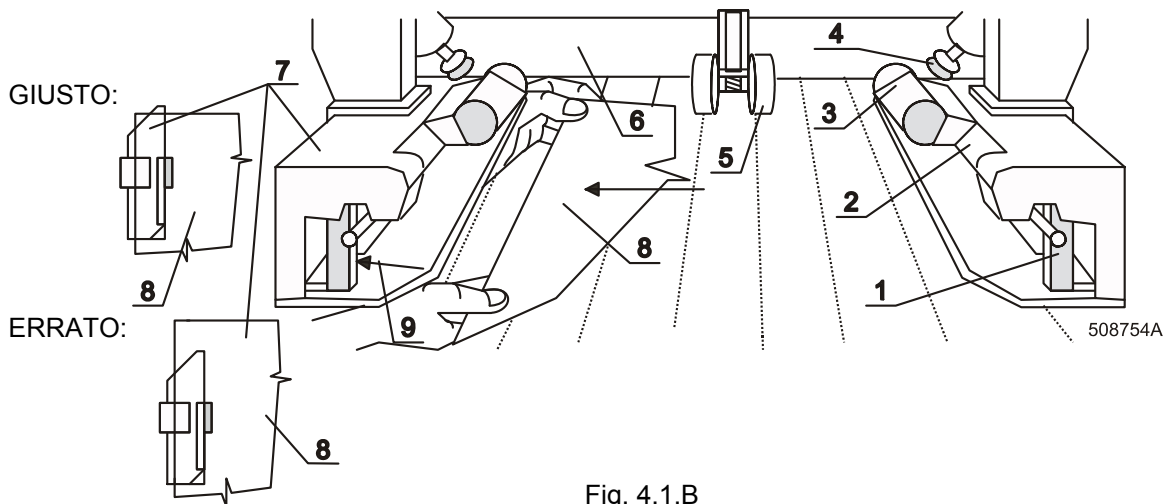

Fig. 4.1.B
Se la macchina è pronta per l'inserimento di biancheria si illumina il pulsante verde, fig.4.1.A, pos. 4. Inserire gli angoli di biancheria, fig.4.1.B, pos. 8 nel fermaglio (7) così, che l'orlo di biancheria non oltrepassa il canto posteriore di fermagli (7) e nello stesso tempo spostare il bastoncino (1) nella direzione di freccia (9) - le pinze (2) afferrano la biancheria. Dopo premere il pulsante 4, fig.4.1.A. I fermagli (7) stendono la biancheria tramite le spazzole mobili e puleggie (5).
SE LA SPIA VERDE NON È ACCESA OPPURE LAMPEGGIA (FIG.4.1.A, POS.4) NON METTERE LE MANI NELLO SPAZIO ATTORNO A FERMAGLI (FIG.4.1.B, POS. 7).
Se si preme il pulsante fig.4.1.A, pos. 4. senza la biancheria nei fermagli, aspettare quando i fermagli tornano nella sua posizione originale.
Tramite il tasto „O“ è possibile di scegliere l’inserimento di biancheria nel modo automatico o manuale. Se si sceglie modo manuale, i fermagli si spostano ai bordi e il pulsante fig.4.1.A, pos. 4. si spegne - la macchina è pronta per l’inserimento manuale.